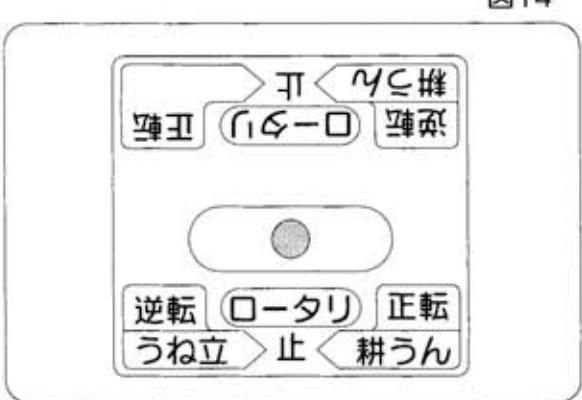

図15
- ③ロータリーチェンジレバーを【止】位置にします。 (図15)